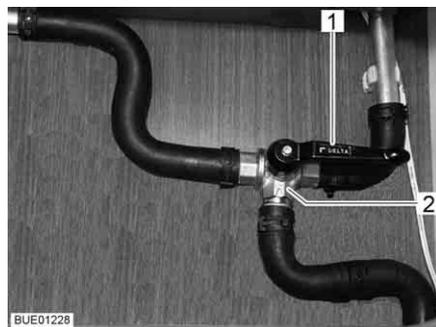

Fig. 136 Válvula de 3 vías
- Poner la palanca (Fig. 136,1) de la válvula de 3 vías (Fig. 136,2) en posición paralela al sentido de flujo recto (Fig. 136).
- Poner la palanca (Fig. 136,1) de la válvula de 3 vías (Fig. 136,2) en posición transversal al sentido de flujo recto.